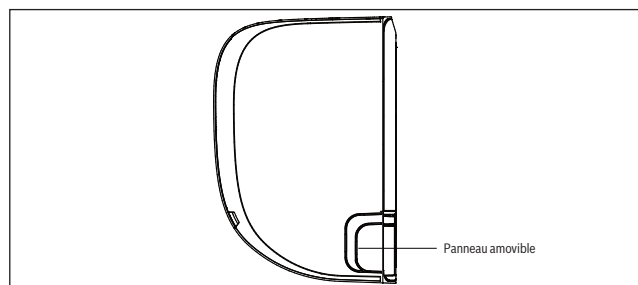

Fig. 9.
2. Si l'alésage mural se situe derrière l'unité, laissez le panneau amovible en place. Si l'alésage mural se situe sur le côté de l'unité, retirez le panneau amovible du côté correspondant de l'unité. (voir **fig. 9**). Ceci permet de créer une fente par laquelle les tubes sortent de l'unité. Utiliser une pince à bec si le panneau en plastique s'avère trop difficile à retirer manuellement.